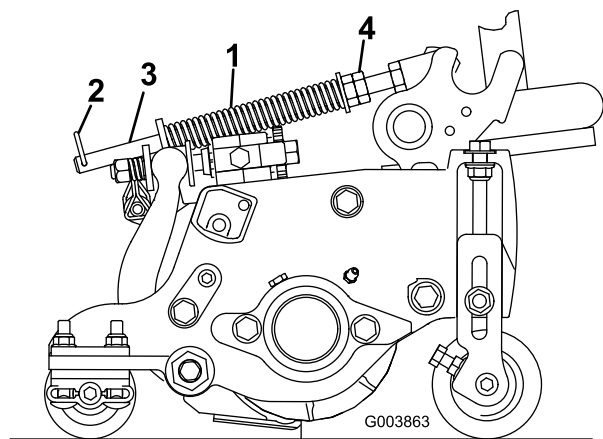

Рисунок 15
Пружина компенсации состояния грунта (Рисунок 15) переносит вес с переднего на задний каток. (Это помогает снизить волнообразный рисунок на грунте, также называемый волнами или неровностями.)
1. Убедитесь в том, что шплинт вставлен в заднее отверстие штока пружины (Рисунок 15).
2. Затяните шестигранные гайки в передней части штока пружины так, чтобы сжатая длина пружины стала равна 12,7 см на Reelmaster 5410 (с 5-дюймовыми режущими блоками) или 15,9 см на Reelmaster 5510 (с 7-дюймовыми режущими блоками) (Рисунок 15).